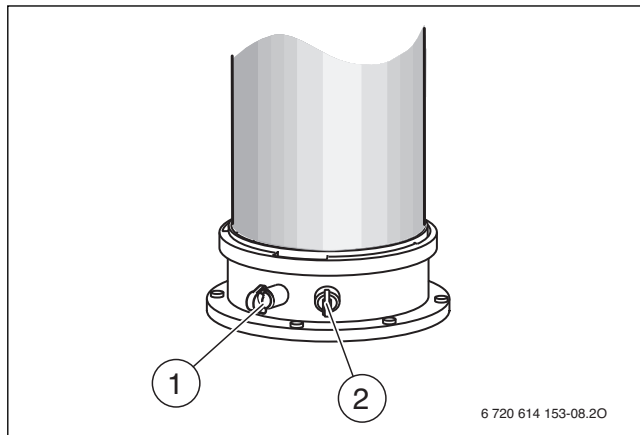

Bild 92
- ▶ Stopfen am Verbrennungsluft-Messstutzen [2] entfernen (→ Bild 92).
- ▶ Stopfen am Abgasmessstutzen [1] entfernen (→ Bild 92).